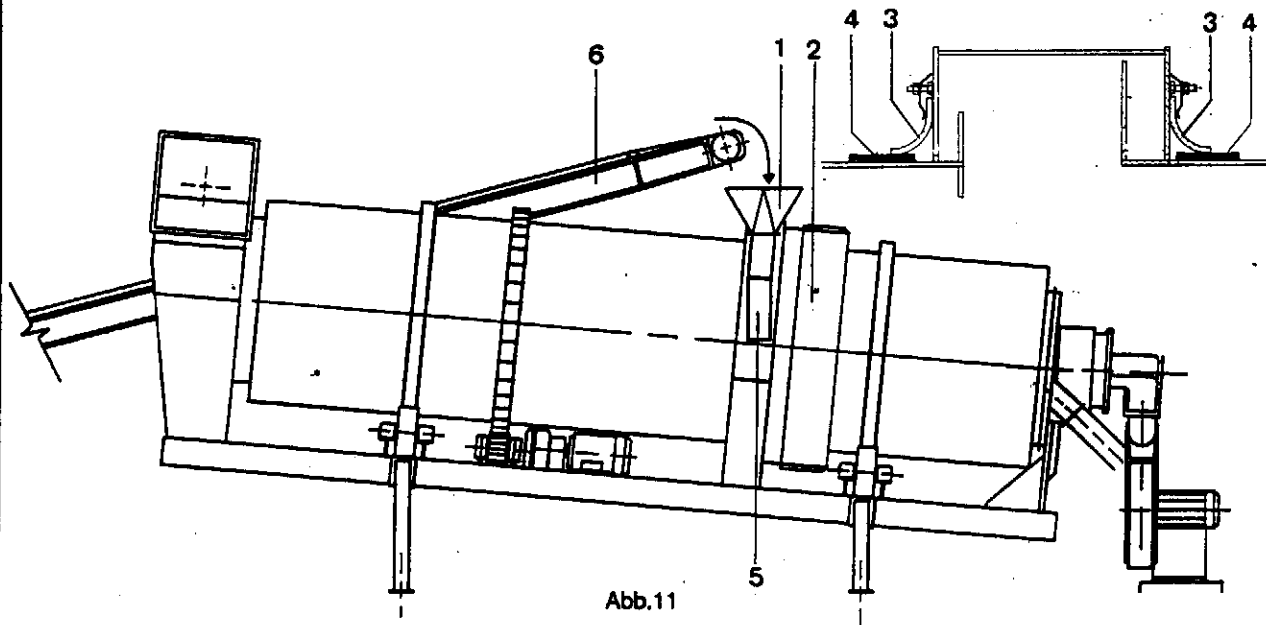

Abb.11
**G) Trommelrohr mit Mittenaufgabe (siehe Abb.11)**